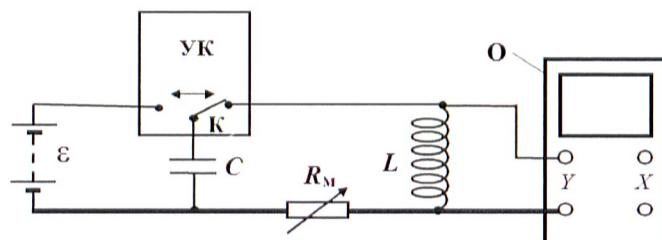

Рис. 4. Схема лабораторной установки
Схема лабораторной установки показана на рис. 4.
подается на вертикально отклоняющие пластины осциллографа (вход Y на рис. 4), его описание дано в прил. 1. Вертикальное смещение от нулевого
1. Собрать схему, показанную на рис. 4.